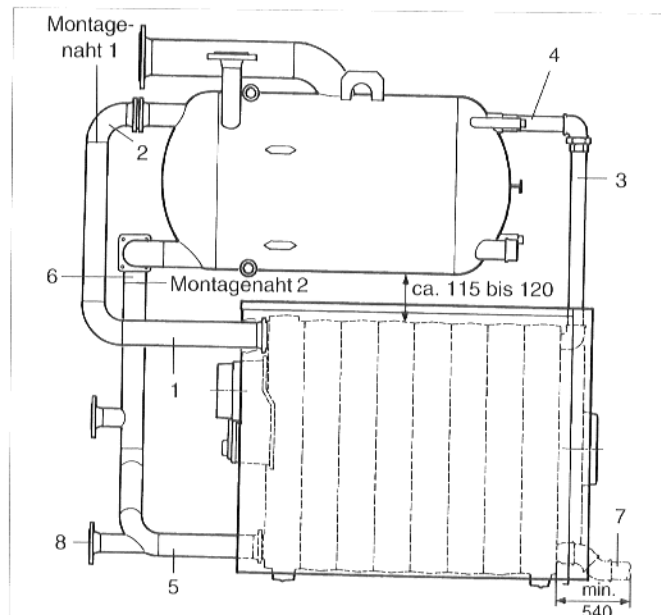

Abb. 15
- **Teil 1** wie in Abb. 15 zu sehen an die hintere obere Kesselnabe anflanschen.
- **Teil 3** wie in Abb. 15 zu sehen in die vordere obere Kesselnabe eindichten.
- **Teil 4** entsprechend ablängen und in den mittleren oberen Anschlußstutzen der Dampftrommel eindichten (Abb. 15). Dichtung in die Verschraubung einlegen und diese anziehen.
- **Teil 5** an den Kessel-Rücklauf anflanschen (Abb. 15).
- **Teil 6** an den Kondensatrücklaufstutzen der Dampftrommel (Abb. 15) anflanschen.
Entschlammungsanschlüsse (Abb. 15)